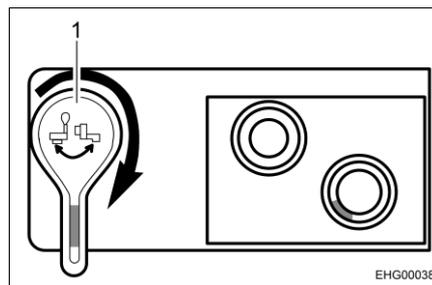

Fig. 55 Llave de desagüe, abierta
- Abrir la llave de desagüe. Para ello, girar la palanca de la llave de desagüe 90° en sentido de las agujas del reloj (véase Fig. 55,1).